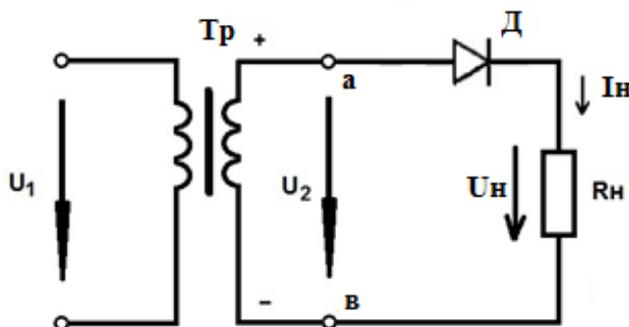

Рис. 2.5. Однополупериодный выпрямитель.
5. Однополупериодный выпрямитель состоит из трансформатора, к вторичной обмотке которого последовательно подсоединены диод Д и нагрузочный резистор R_H (рис. 2.5). Применяют для питания высокоомных нагрузочных устройств (например, электронно-лучевых трубок), допускающих повышенную пульсацию, мощность не более 10 – 15 Вт.